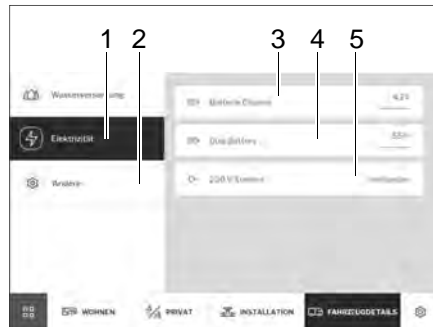

Bild 267 Elektrizität und Innentemperatur
- Auf Schaltfläche *Elektrizität* (Bild 267,1) tippen.
Es werden die Batteriespannung des Fahrzeugs (Bild 267,3), der Ladezustand der Aufbaubatterie in % bzw. die Ladespannung der AGM Batterie in Volt (Bild 267,4) und der Zustand der 230-V-Einspeisung (Bild 267,5) angezeigt.
- Auf Schaltfläche *Andere* (Bild 267,2) tippen.